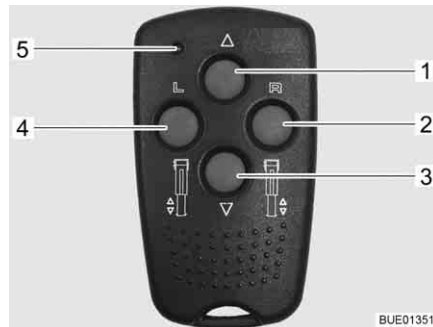

Bild 34 Fjärrstyrning för elektriska stödben
- Förval: Stödben vänster (Bild 34,4)
- Förval: Stödben höger (Bild 34,2)
- Köra in stödben (Bild 34,1)
- Köra ut stödben (Bild 34,3)
- Kontroll-LED (Bild 34,5)
Vid varje knapptryckning blinkar kontroll-LED:n (Bild 34,5).
- Tryck in förvalsknappen för stödbenssidan (Bild 34,2 eller 4) i ca 1 sekund.
- Tryck inom 2 sekunder in knappen "Köra ut stödben" (Bild 34,3) och håll den intryckt tills stödbenet (Bild 36,4) ligger an mot marken.
- Tryck inom 2 sekunder in knappen "Köra in stödben" (Bild 34,1) och håll den intryckt tills stödbenet (Bild 36,4) körts in helt. När stödbenet körts in helt ljuder en kontrollsignal.